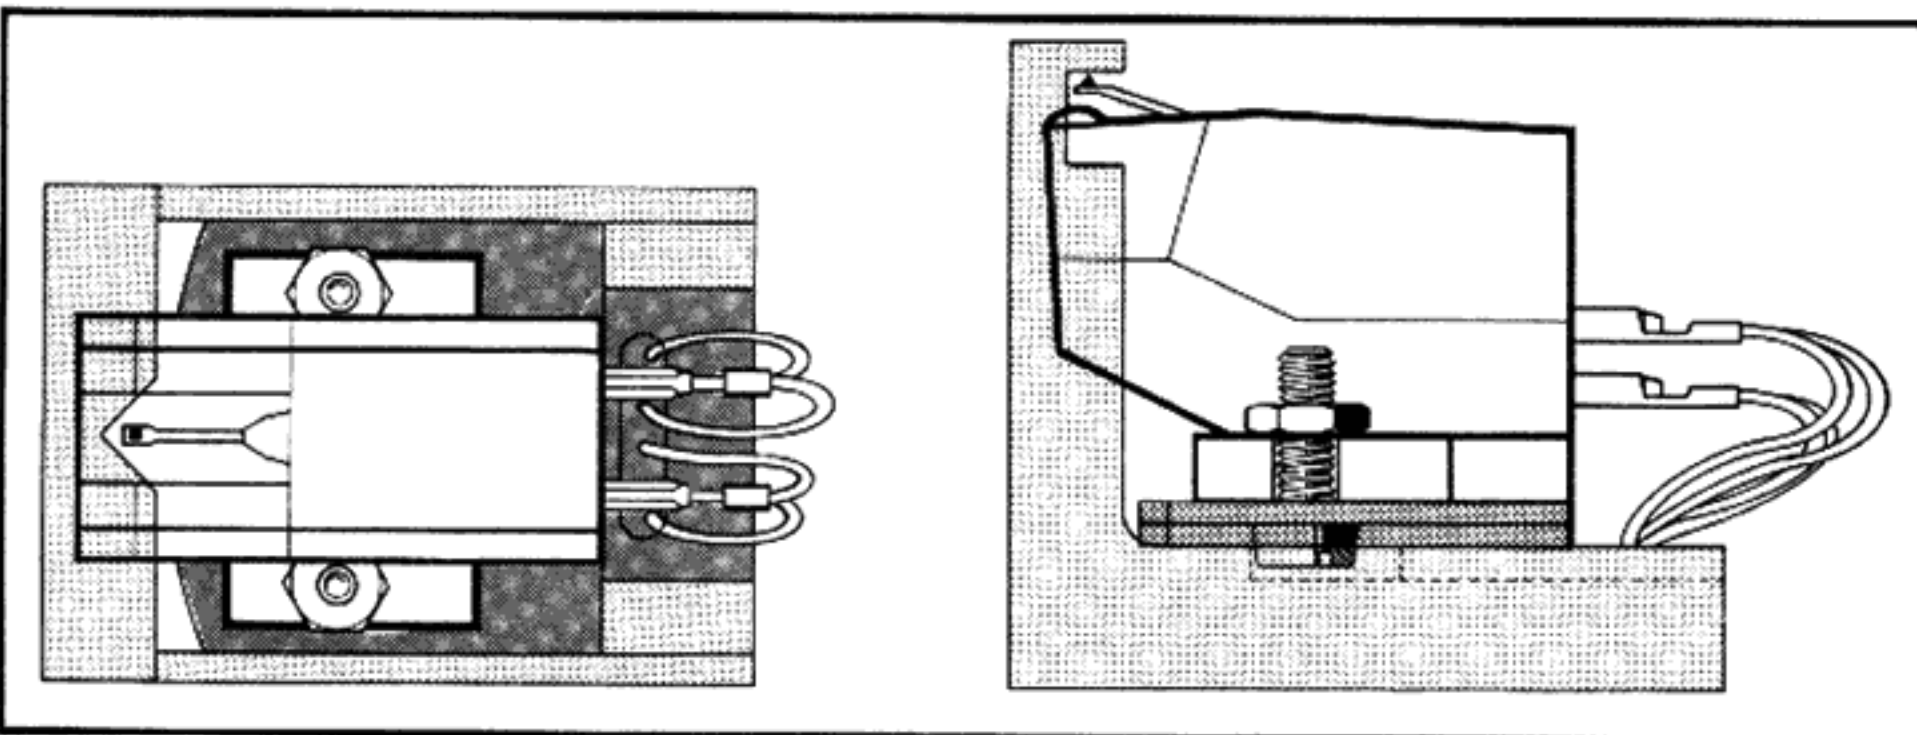

Fig. 6
- Die Montage ist korrekt, wenn die Abtastnadel – von oben betrachtet – in der V-förmigen Aussparung der Systemeinhaulehre steht. Von der Seite betrachtet, muß die Nadel im Bereich der rechteckigen Aussparung stehen (Fig. 6).